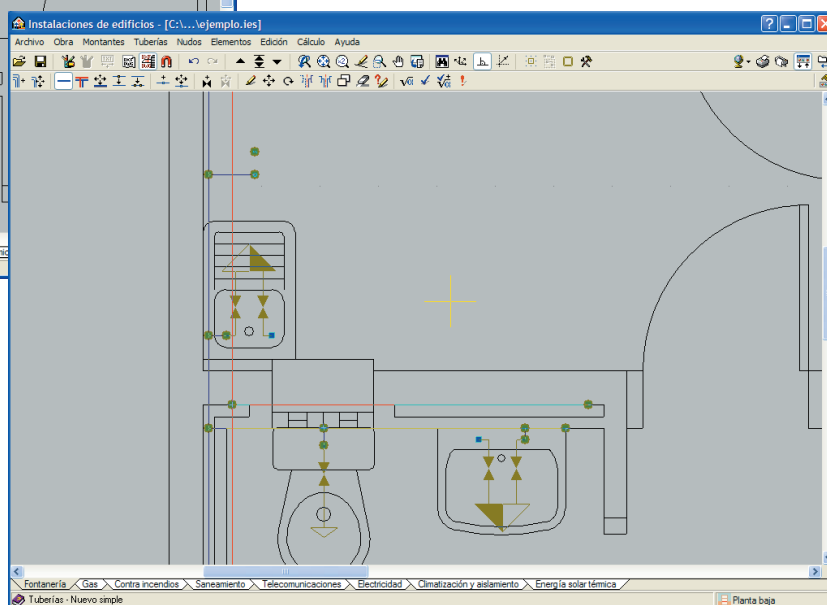

Fig. 29
- Pulse **Aceptar** y una cada uno de los consumos de agua caliente con la tubería principal de agua caliente (Fig. 29). Se recomienda pulsar primero en el nudo de consumo y después el punto de unión con la tubería principal. Lo mismo con la montante de agua caliente, de forma que exista una conexión entre dicha montante y la tubería principal.